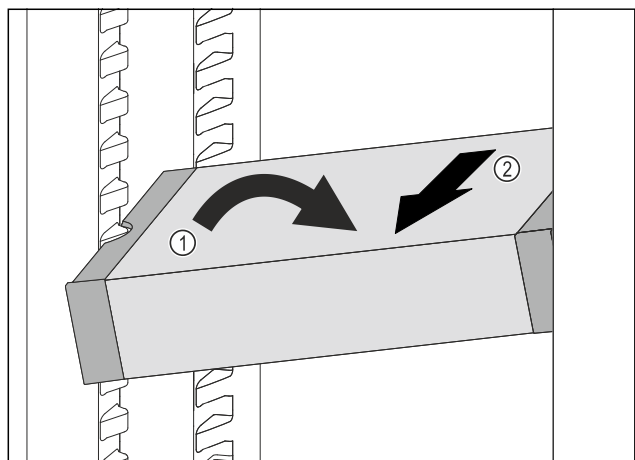

Fig. 119
- ▶ Наклонете VarioSafe в хладилната част. Fig. 119 (1)
- ▶ Извадете VarioSafe напред. Fig. 119 (2)